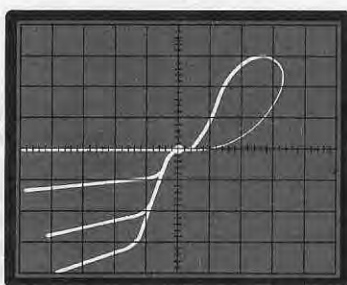

Fig.21 Se in basso vi appaiono le tracce di Base rovesciate, risultano sicuramente invertiti i due terminali Collettore - Emittitore.
b) Se appare una traccia come visibile in fig.21, possiamo assicurarvi che risultano invertiti i due terminali COLLETTORE - EMETTITORE.